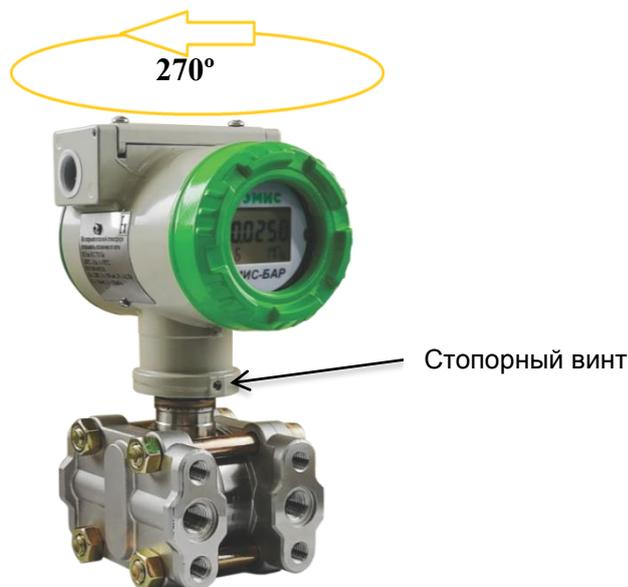

Рисунок 3 – Угол поворота электронного блока
1.4.3 Конструкция позволяет поворачивать корпус электронного блока относительно приемника давления на угол 270° вокруг общей вертикальной оси, при этом ограничения угла поворота предельными значениями обеспечиваются конструкцией узла поворота (рисунок 3).